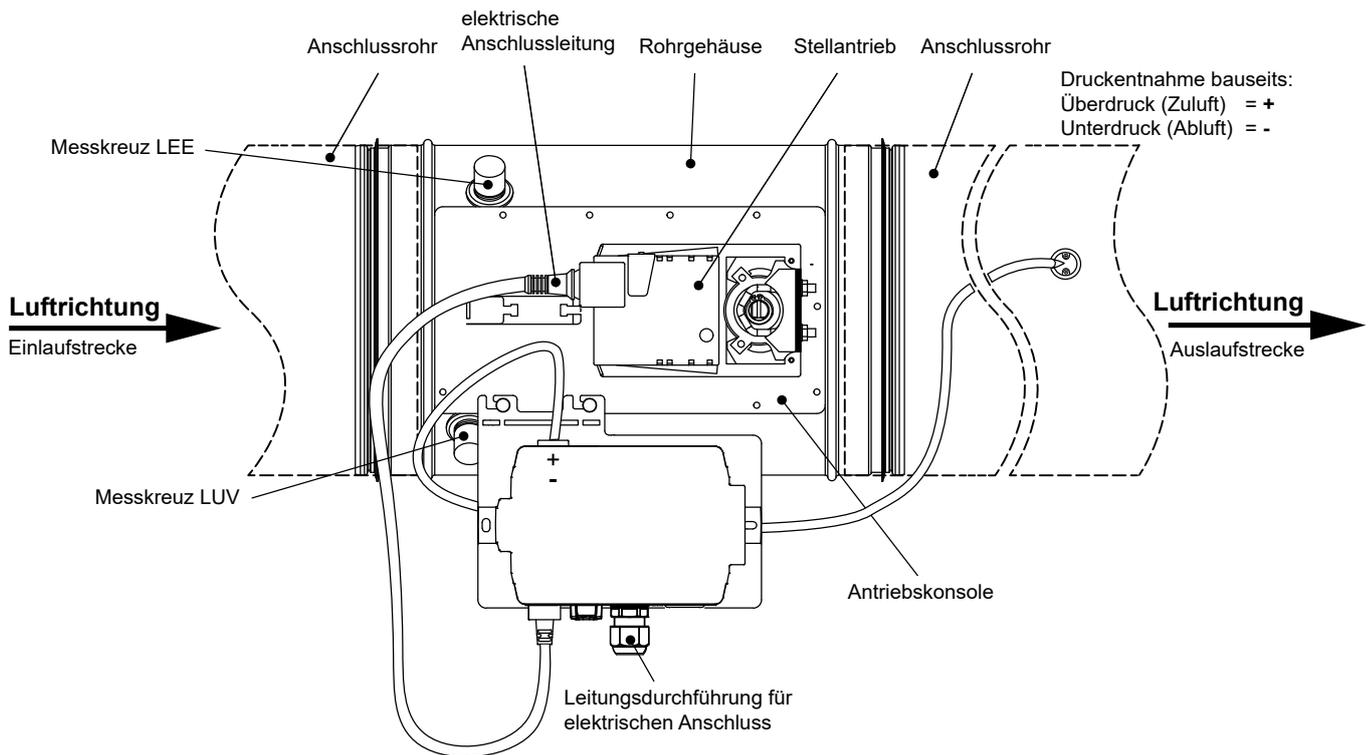

Abb. 12: DRpro Übersichtsdarstellung mit Messkreuzanschluss
4. Schläuche an den angebrachten Winkelsteckverbindern montieren, dazu die Zuordnung (Messkreuz LUV = transparenter Schlauch, Messkreuz LEE = roter Schlauch) beachten. Siehe Abb. 12.